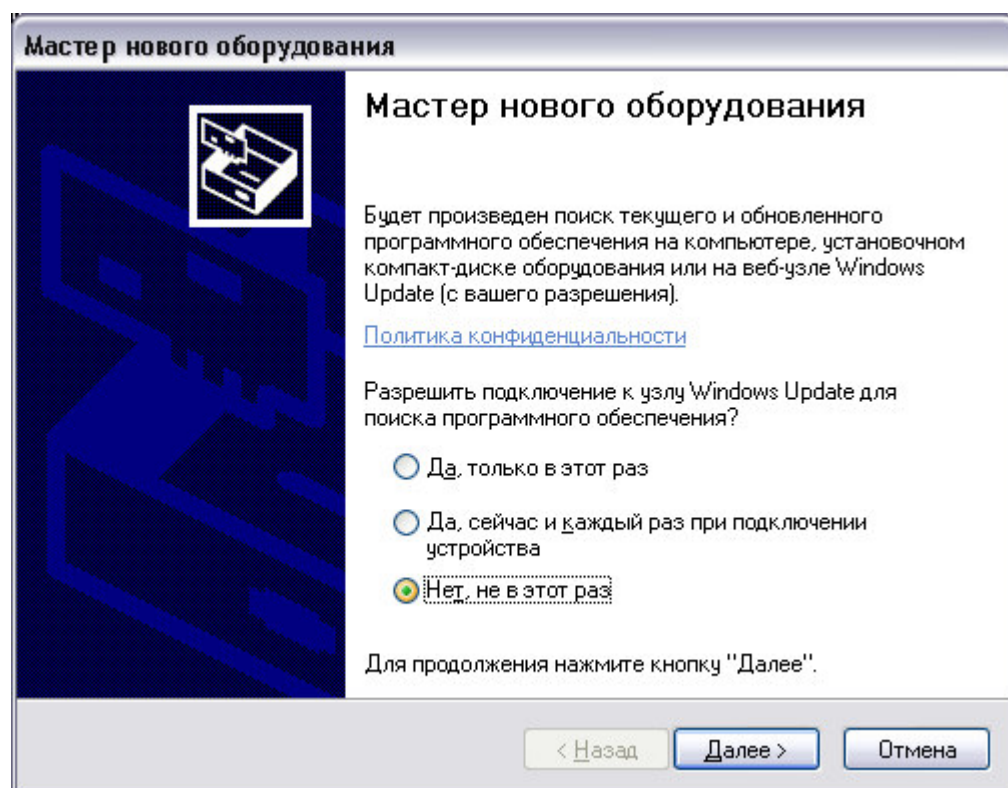

Рисунок 11.
5. В появившемся окне «Мастер нового оборудования» выбрать пункт «Нет, не в этот раз» (Рисунок 11) и нажать кнопку «Далее».